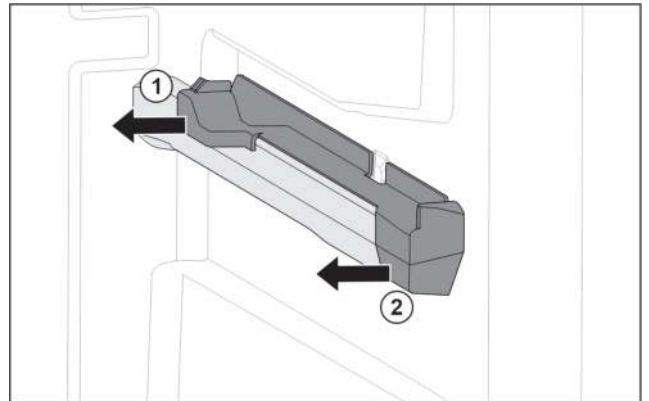

Fig. 59 Aufsteckteil auf der rechten Behälterrippe
- ▶ Aufsteckteil unten hinten greifen. Fig. 59 (1)
- ▶ Aufsteckteil hinten zur Seite abziehen. Fig. 59 (1)
- ▶ Aufsteckteil vorne zur Seite abziehen. Fig. 59 (2)